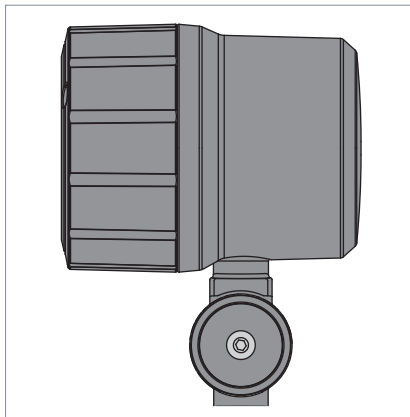

Fig. 4: Giunto e vite del giunto.
- ▶ Nel caso di un'apparecchio d'illuminazione con giunti: stringere tutte le viti del giunto finché l'apparecchio d'illuminazione non rimane bloccato nella posizione desiderata, vedi Fig. 4.